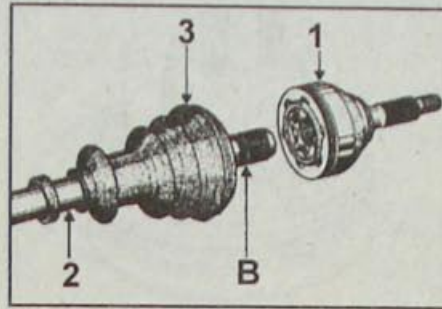

Рис. 8.12. Установка шарнира равных угловых скоростей на приводной вал:
- Сдвигайте шарнир вместе с новым стопорным кольцом по шлицам вала до тех пор, пока стопорное кольцо не войдет в канавку вала (рис. 8.12).